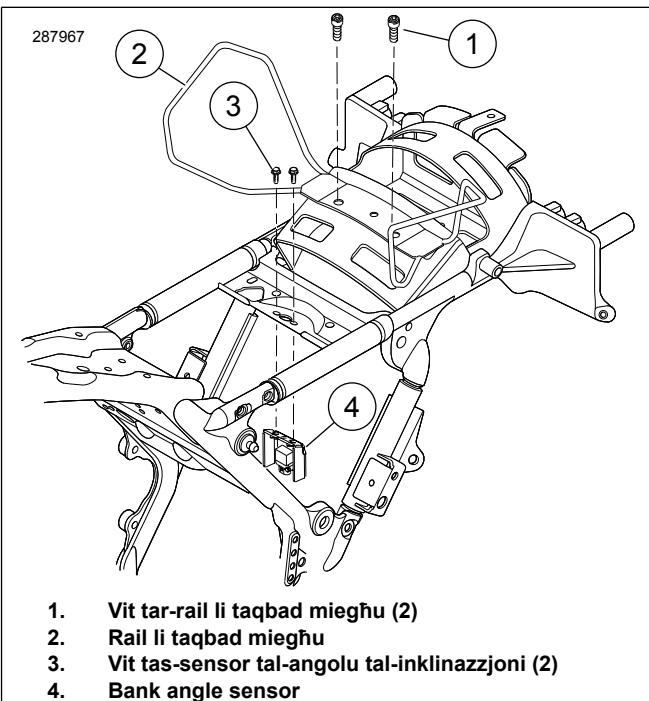

Figura 1. Neħħi l-Viti tas-Sensor tal-Angolu tal-Inklinazzjoni
5. **Jekk mgħammra b'rail li taqbad miegħu:** Ara Figura 1. Neħħi l-viti tar-rail li taqbad miegħu (1) u armihom.
7. **Mudelli tal-2009 - 2018:** Neħħi l-viti (3) filwaqt li żżomm BAS il-brekit (4).